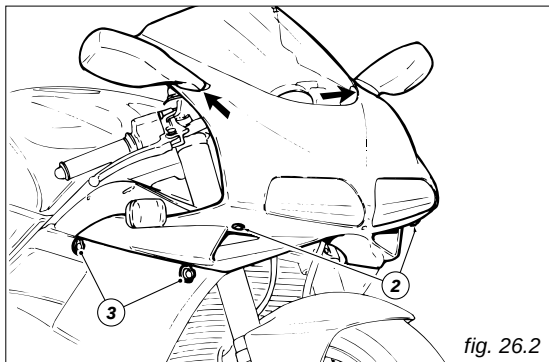

fig. 26.2
Svitare le due viti (2, fig.26.2) di fissaggio al supporto faro e sganciare i quattro innesti (3) di unione semicarene.